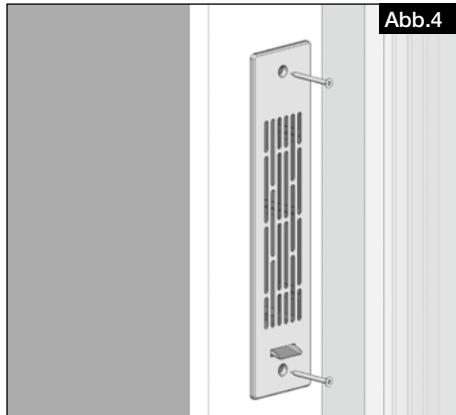

Abb.4
- Laibungsgitter mit beiliegenden Schrauben am Putzrahmen anschrauben (s. Abb. 4).